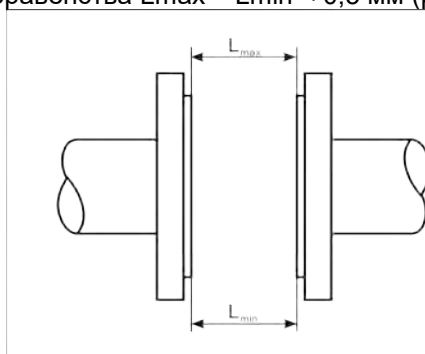

Рисунок 5 — Определение отклонения фланцев трубопровода от параллельности
2.2.2.3 Монтаж датчиков расхода бесфланцевой конструкции следует производить с помощью шпилек. Фланцы трубопроводов должны быть соосны и плоскопараллельны друг другу (рисунок 5), что достигается применением при сварке специального габаритного имитатора датчика расхода.
2.2.2.6 Наибольшее допустимое отклонение ответных фланцев на трубопроводе от параллельности должно определяться из неравенства $L_{max} - L_{min} < 0,5$ мм (рисунок 5).